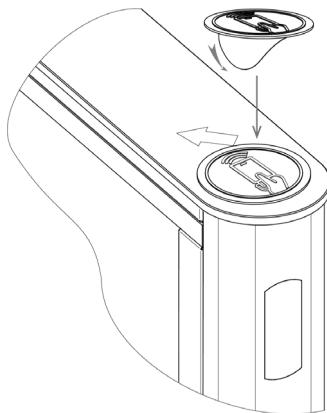

Рисунок 29. Наклеивание резиновой накладки на стеклянную крышку
7. Снимите передние панели (8) обеих боковых стоек.
8. Используя рожковые и торцевые ключи S17, открутите и снимите 6 болтов M10×30 с шайбами, пластиковыми втулками и гайками крепления стекла заполнения (по два – в кронштейнах боковых стоек и два – на центральной стойке) (см. рис. 29, 30).